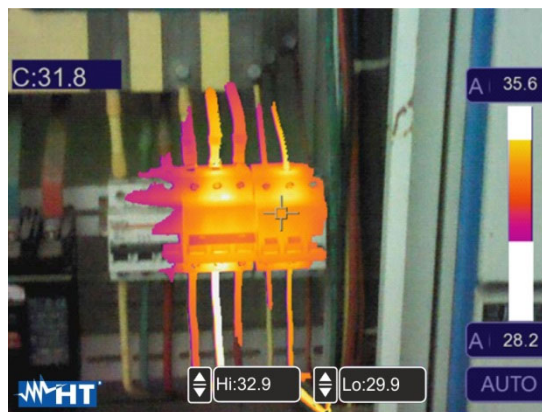

Abb. 40: Auswahl Visueller Bereich
11. Berühren Sie die Felder “Hi” und “Lo” im unteren Teil des Displays und stellen Sie mit den Pfeiltasten ▲ oder ▼ den Wert der **maximalen** und **minimalen** Temperaturschwellen ein. Das Gerät zeigt als radiometrisches IR-Bild die Punkte mit der Temperatur zwischen der “Lo” und der “Hi” Schwelle, und als visuelles Bild die Punkte mit einer Temperatur außerhalb dieses Intervalls (siehe Abb. 40).